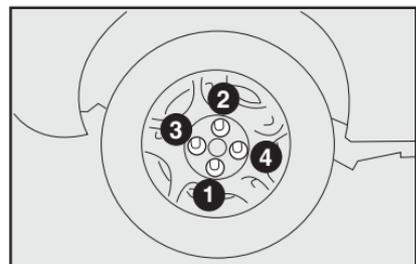

fig. 23
12) Apriete a fondo los tornillos, pasando de un tornillo al otro diametralmente opuesto siguiendo el orden ilustrado en la fig. 23.